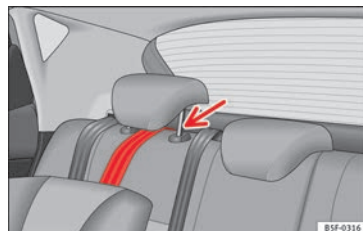

Fig. 80 Correia de fixação: ajuste correto e montagem.
- Passar a correia de fixação do Top Tether por baixo do encosto de cabeça do banco traseiro »» **Fig. 80** (levantar o encosto de cabeça se for necessário).